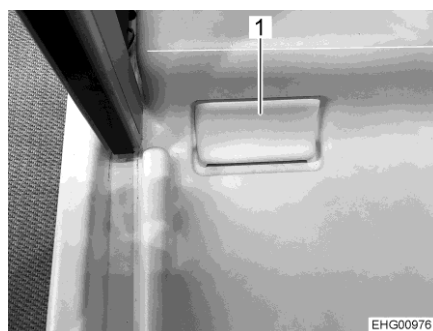

Fig. 135 Copertura vasca della doccia
- Rimuovere con cautela la copertura (Fig. 135,1) nell'angolo della vasca della doccia servendosi di un oggetto appuntito.